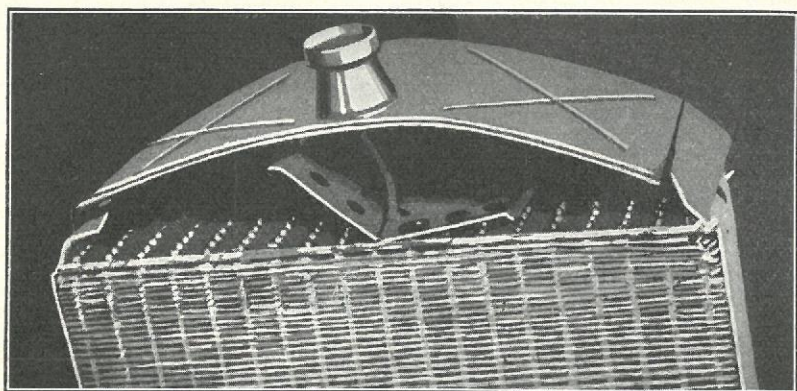

Fig. 418
- 836** Ved Aftagning af Tanktaget efter den anden Metode fjernes For- og Bagvæg som beskrevet i Paragraf 824 eller 829. Skær igennem Tagpladen med en Fil (Nedstryger) og udsav Tagpladen indtil Kanten af den tiloversblevne Plade (Fig. 418). Varm Lodningen mellem Tagpladen og Bagvæggen og børst Tinnnet bort efterhaanden som det flyder ud. Giv Tagpladen et haardt Slag ved Hjørnerne med en Hammer, saa at Lodningen løsnes.